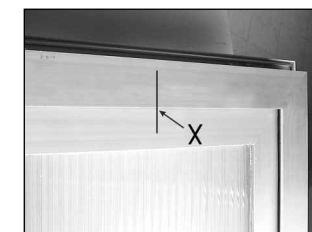

Abb. 2
2. Marque la línea central "X" en la hoja y el marco (fig. 2).